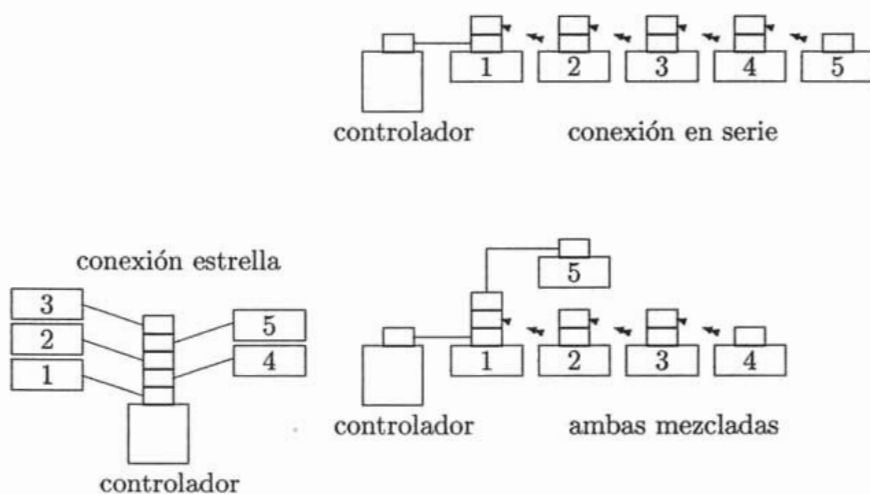

Figura 2.10: Diferentes topologías para GPIB
- El bus puede ser configurado en estrella, serie o una combinación con una sola tarjeta de interfase. Ver figura 2.10.